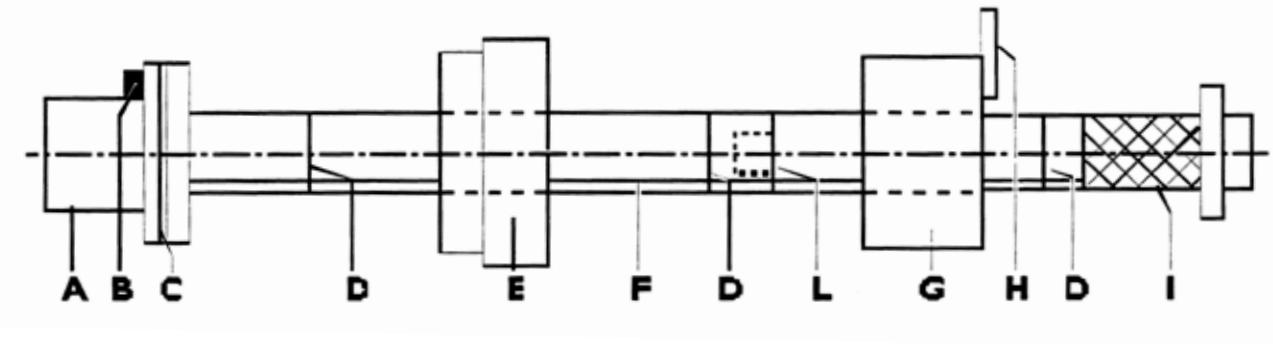

Figura 131
a. Posicione o casquinho a ser montado na ferramenta (A), fazendo coincidir o ressalto (B, figura 131) da mesma com o alojamento do casquinho.
b. Posicione o casquinho guia (E) e fixe o casquinho guia (G, figura 131) no alojamento do 7º casquinho através da placa (H).
c. Durante a fase de cravamento do casquinho faça coincidir a ranhura (F) com a ranhura (M), pois desta forma, após a conclusão do cravamento, o furo presente no casquinho para efetuar a lubrificação coincidirá com o canal de passagem de óleo do alojamento.